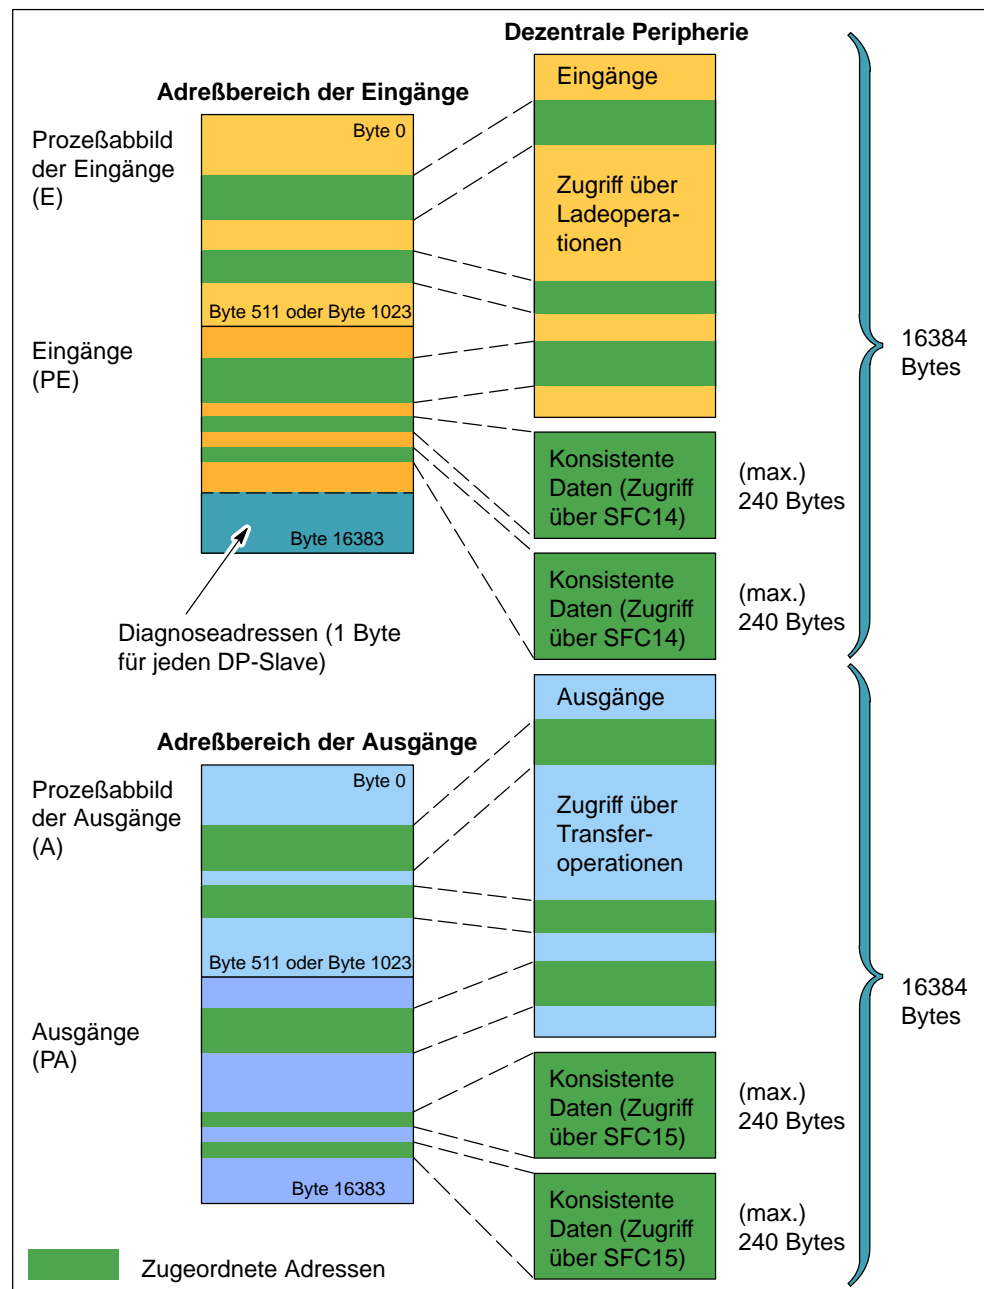

Bild 6-5 Zugreifen auf die dezentrale Peripherie
- Wenn Sie auf Daten im Byte-, Wort- oder Doppelwortformat zugreifen möchten (d.h. als 1 Byte, 2 Bytes oder 4 Bytes), können Sie mit den Lade- und Transferoperationen (L und T) in der Anweisungsliste oder der Operation MOVE (Wert übertragen) im Kontaktplan die dezentralen Ein- und Ausgänge lesen und in sie schreiben (siehe Bild 6-5). Auf E/A-Daten kann im Prozeßabbild oder im Peripherieabbild zugegriffen werden.
Wie in Bild 6-5 dargestellt ist, kann das Anwenderprogramm auf (jeweils) maximal 16384 Bytes an Eingängen und an Ausgängen zugreifen, und zwar in der Anweisungsliste über die Lade- und Transferoperationen (L und T) und im Kontaktplan über die Operation MOVE (Wert übertragen).